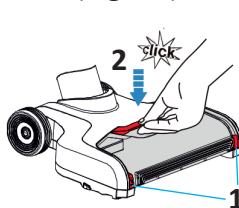

Fig. 36
- Após a limpeza, volte a colocar a tampa na base, encaixando os ganchos laterais (1) e depois pressionando (2) até fixar (Fig. 36).